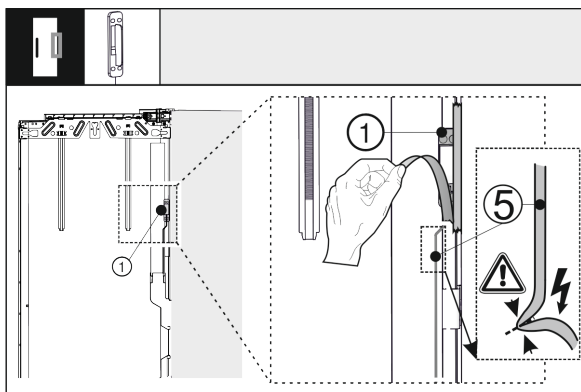

Fig. 40
- ▶ Lironi sensorin e trokitjes Fig. 40 (1) nga dera e jashtme. Mos dëmtoni kabllon e lidhjes Fig. 40 (5).